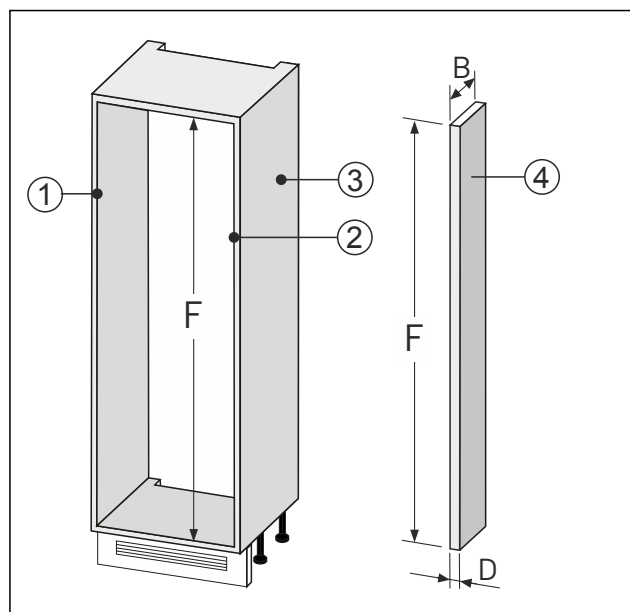

Fig. 87
- Zhotovte stěnové vyrovnání Fig. 87 (4) podle výše uvedených rozměrů.